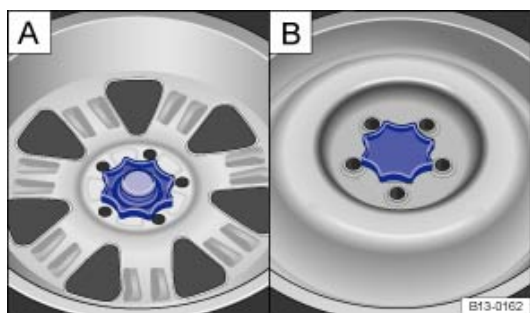

Fig. 197 Dans le coffre à bagages : molette pour la fixation de la roue de secours, : molette pour la fixation de la roue d'urgence
- Dévissez entièrement la molette située au centre de la roue de secours ⇒ Fig. 197 en la tournant dans le sens antihoraire.